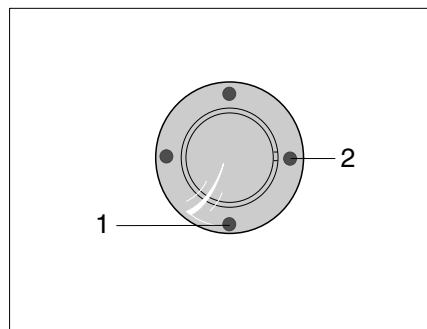
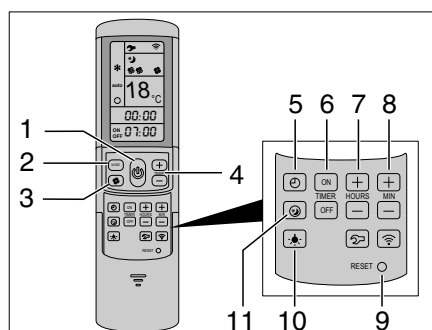

Fig. 317 Receptor IR/Indicación de la función
Fig. 318 Mando a distancia
La instalación de aire acondicionado está colocada en el techo del vehículo. El mando a distancia (Fig. 318) de la instalación de aire acondicionado está en la zona de la cocina.
La instalación de aire acondicionado está lista para el funcionamiento. El LED azul (Fig. 317,1) se enciende.
- Para conectar pulsar la tecla (Fig. 318,1) en el mando a distancia. El LED azul (Fig. 317,1) parpadea.
- Ajustar con la tecla MODE (Fig. 318,2) el modo de funcionamiento deseado.
- Si es necesario, ajustar con la tecla (Fig. 318,3) el nivel deseado del ventilador y con las teclas (Fig. 318,4) la temperatura ambiente.
Una vez alcanzada la temperatura ajustada en mando a distancia, el LED azul (Fig. 317,1) se apaga, el compresor se apaga y el ventilador de circulación de aire continúa funcionando.
- Para la desconexión pulsar de nuevo la tecla (Fig. 318,1) en el mando a distancia.
- Para la programación, encender la instalación de aire acondicionado con la tecla (Fig. 318,1) en el mando a distancia.
- Con la tecla (Fig. 318,2) ajustar el modo de funcionamiento deseado y con las teclas (Fig. 318,4) la temperatura ambiente.
- Con las teclas (Fig. 318,6) seleccionar la función deseada:
- Con las teclas (Fig. 318,7 y 8) seleccionar la hora de conexión deseada (15 minutos hasta 24 horas).
- Confirmar el ajuste con "ON" o "OFF" (Fig. 318,6).